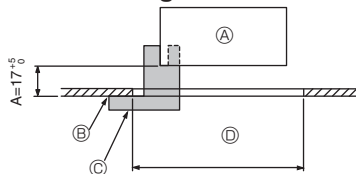
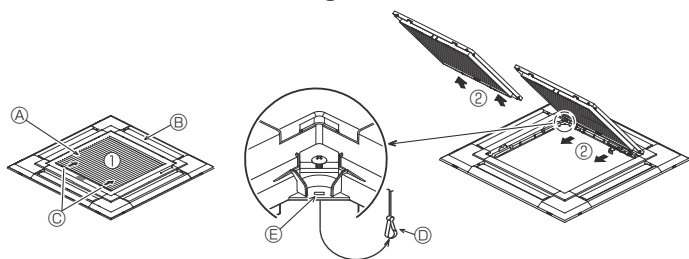
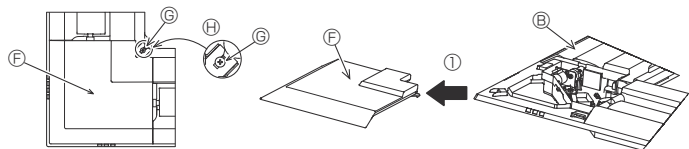

Fig. 9-2
Fig. 9-3
Fig. 9-4
①	Dimensiones de la rejilla	1	950 × 950 (mm)
②	Calibre de instalación	1	(Dividido en 4 partes)
③	Tornillo (4 × 16)	1	para PLP-6EAE, PLP-6EALME, PLP-6EALME
④	Panel angular del i-see sensor	1	para PLP-6EAE, PLP-6EALME, PLP-6EALME
⑤	Controlador remoto inalámbrico	1	para PLP-6EALM, PLP-6EALME
⑥	Soporte del controlador remoto	1	Se incluye si la unidad dispone del mando a distancia inalámbrico.
⑦	Pilas LR6 AA	2	Se incluye si la unidad dispone del mando a distancia inalámbrico.
⑧	Tornillos roscados de 3,5 × 16	2	Se incluye si la unidad dispone del mando a distancia inalámbrico.
9.2. Preparación para conectar la rejilla (Fig. 9-2)
• Con el calibre ② que se entrega con este equipo, ajuste y compruebe la posición de la unidad principal en relación con la superficie del techo. Si la unidad principal no está colocada en el techo de forma adecuada, podrían producirse escapes de aire o generarse condensación.
- Ⓒ Calibre de instalación ② (insertado en la unidad principal)
9.2.1. Extracción de la rejilla de admisión (Fig. 9-3)
• Deslice las palancas en la dirección indicada mediante la flecha ① para abrir la rejilla de admisión.
• Con la rejilla de admisión en posición "abierta", extraiga la bisagra de la rejilla de admisión de la rejilla tal y como se indica mediante la flecha ②.
9.2.2. Extracción del panel angular (Fig. 9-4)
• Afloje los 4 tornillos de la esquina. Deslice el panel angular en la dirección indicada por la flecha ① de la imagen y retírelo.
[Fig.9-3] [Fig.9-4]